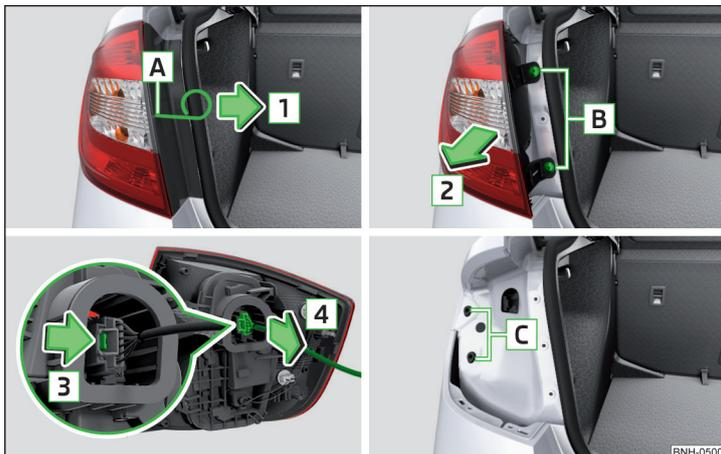
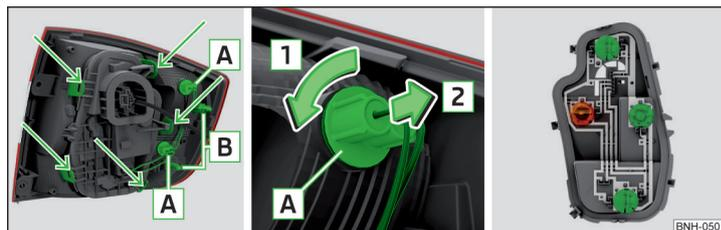

Fig. 160 Desmontar la lámpara / Quitar el conector
Fig. 161 Parte exterior de la lámpara / parte interior de la lámpara
- Introducir en la apertura **A** » fig. 160 el estribo para retirar los tapacubos integrales » página 162, *Equipo de herramientas a bordo*.
- Introducir la lámpara con la espiga **B** » fig. 161 de la página 184 en la toma **C** » fig. 160 en la carrocería.
- Girar el portafocos **A** » fig. 161 en el sentido de la flecha **1** y retirarlo en el sentido de la flecha **2** del portalámparas.
- Desbloquee el portalámparas en las áreas señaladas con las flechas » fig. 161 y extraiga el portalámparas de la luz.